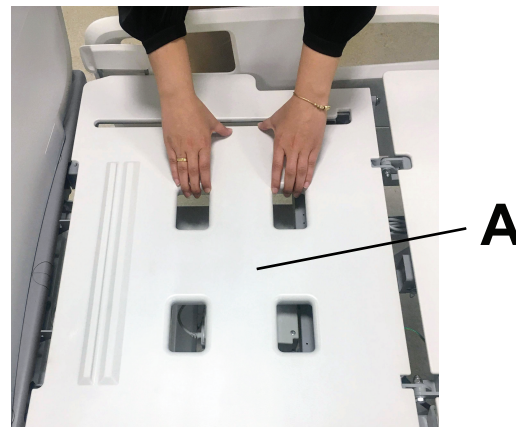

Рисунок 7 – Снятие крышки опоры для нижней части ног
1. Снимите крышку опоры для нижней части ног (А) (Рисунок 7).